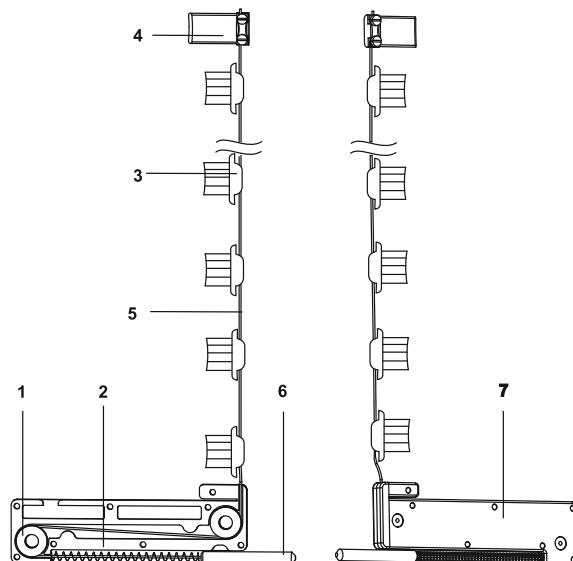
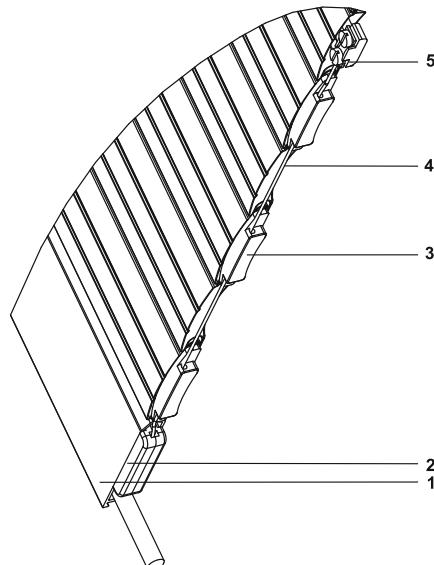

Рисунок 1.
Рисунок 2.
1. Роллетное полотно находится в крайнем нижнем положении «закрыто»: ламели полностью сомкнуты, тяговый трос (5, рис.1) натянут. При этом ось (6, рис.1) фиксирующего механизма (2, рис.2) находится в отверстии направляющей шины, фиксируя полотно в положении «закрыто».
2. Роллетное полотно поднимается с помощью привода. При первых оборотах вала концевая ламель остается в неподвижном состоянии, в то время как иные ламели начинают последовательно перемещаться вверх, образовывая конструктивный зазор между собой. Полотно «растягивается». Тяговый трос (5, рис.1), закрепленный к промежуточной ламели, вытягивает фиксирующую ось (6, рис.1) из отверстия. Полотно разблокировано.
Роллетье полотно опускается с помощью привода: концевая ламель достигает крайнего нижнего положения. При этом конструктивный зазор между ламелями выбирается. Полотно «смыкается». Натяжение троса (5, рис.1) ослабевает, и под действием пружины (2, рис.1) фиксирующего механизма ось (6, рис.1) выталкивается в отверстие в направляющей шине. Полотно заблокировано.
1. Установить фиксирующий механизм (2, рис.2) в концевую ламель.
2. Определить промежуточную ламель для установки клина (4, рис.1) с фиксирующей пластиной. Порядковый номер ламели для крепления клина определяется в зависимости от типа профиля. Отсчет осуществляется от концевой ламели, при этом концевая ламель не учитывается.
4. Установить боковые замки с отверстиями для троса (3, рис.1), начиная от ламели, следующей за концевой, до ламели, на которой закреплен клин с фиксирующей пластиной (4, рис.1).
7. Протянуть трос (5, рис.1) через отверстия боковых замков (3, рис.1), завести его под фиксирующую пластину клина (4, рис.1), натянуть трос и затянуть винты крепления (4, рис.1).
8. Проверить работоспособность замка, растянув полотно. Фиксирующая ось (6, рис.1) замка должна сместиться и занять положение, примерно, заподлицо с пластиковым корпусом фиксирующего механизма (2, рис.2). При необходимости, обрезать лишнюю часть троса.